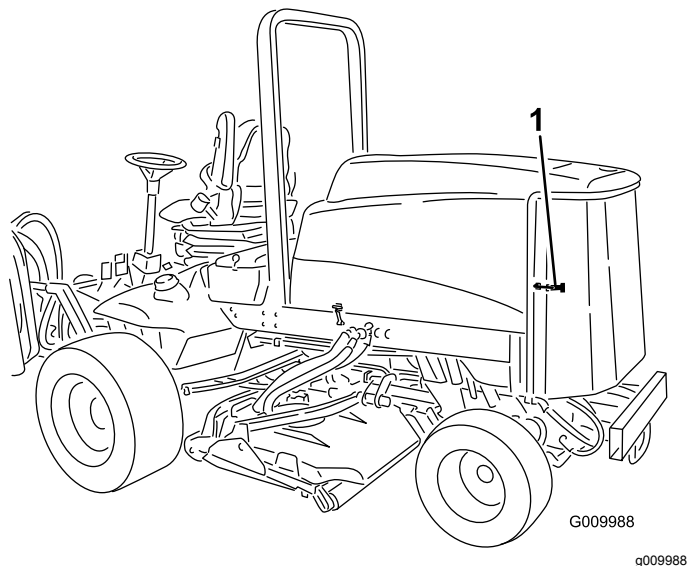

**Figure 49**
1. Déverrouillez et ouvrez la grille arrière (Figure 49). Nettoyez soigneusement la surface de la grille.